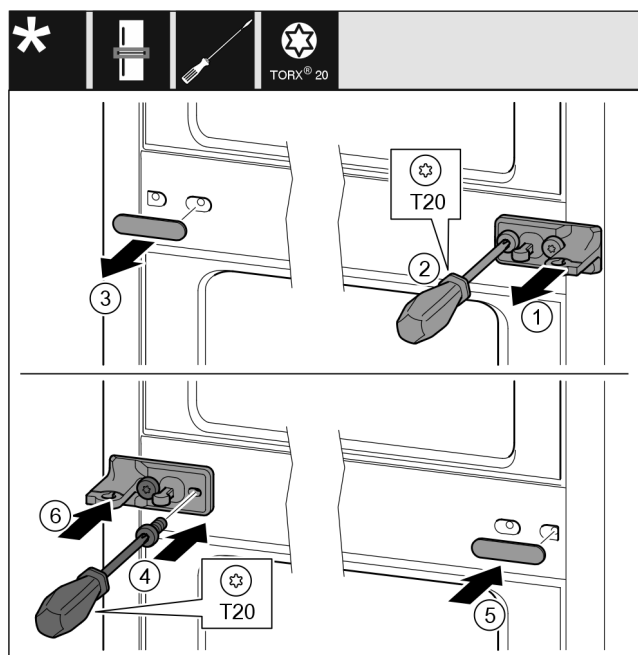

Fig. 33
- ▶ Noņemiet aplāksni. Fig. 33 (1)
- ▶ Izskrūvējiet skrūves ar skrūvgriezi T20. Fig. 33 (2)
- ▶ Noņemiet uzmanīgi pārsegu. Fig. 33 (3)
- ▶ Pieskrūvējiet stingri gultņa balstu ar plēvi, pagrieztu par 180°, otrajā pusē. Fig. 33 (4)
- ▶ Piestipriniet pārsegu, pagrieztu par 180°, otrajā pusē. Fig. 33 (5)
- ▶ Uzbīdīet aplāksni no priekšas. Fig. 33 (6)